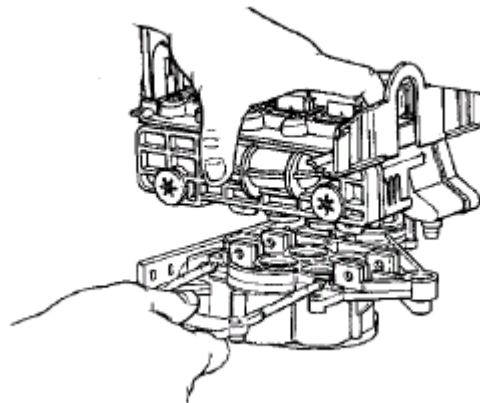

Figure 16
9. Soulever la partie supérieure et tirer la barre de blocage, Figure 16